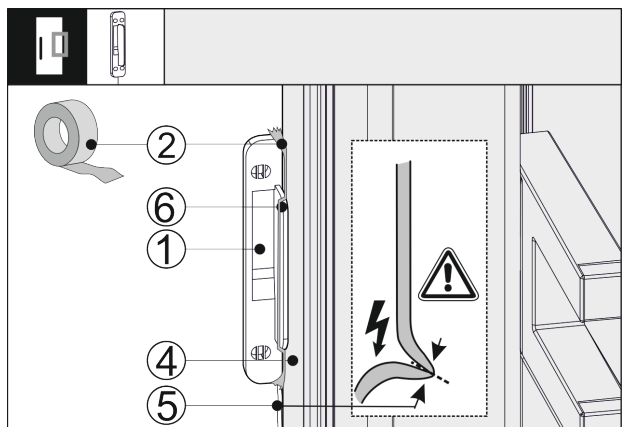

Fig. 42
- Placer bankesensoren Fig. 42 (1) på siden af enhedens dør Fig. 42 (4), så anslaget Fig. 42 (6) ligger an mod enhedens dør Fig. 42 (4). Sensorkablet Fig. 42 (5) er let spændt og ligger an mod enhedens dør Fig. 42 (4).
- Fastgør bankesensoren Fig. 42 (1) med tape Fig. 42 (2). Bankesensoren skrues senere fast til møbelfronten.